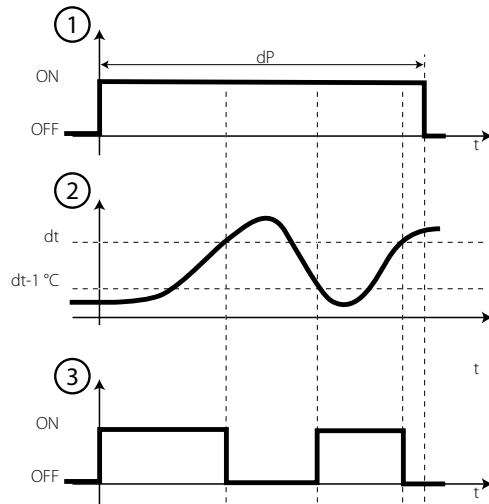

Fig. 4.g
- Em tempo termostato (só por resistência); num tempo programável. Permite activar a saída do defrost só quando a temperatura estiver abaixo do limite de fim de descongelamento, garantindo uma poupança energética e um descongelamento do epevaporador mesmo nas situações mais difíceis (ver Fig. 4.g).